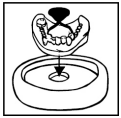

Fig.1
- Posizionare la base del modello sull' apertura del cilindro del SHERAMUFFELFORMER MG (fig.1)